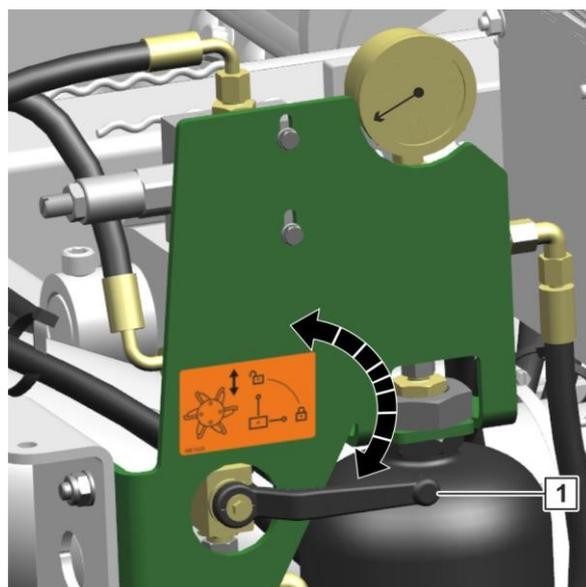

Fig. 408
2. Absperrhahn (Fig. 408/1) für die Messerwalze schließen.